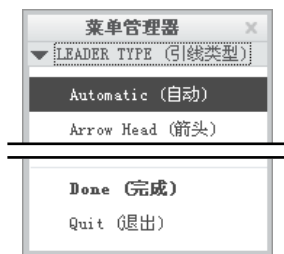

图 5.6.6 “引线类型”菜单
(1) 在对话框中放置区域的类型下拉列表中选择法向引线选项, 弹出图 5.6.6 所示的 LEADER TYPE (引线类型) 菜单, 选择 Arrow Head (箭头) 命令。